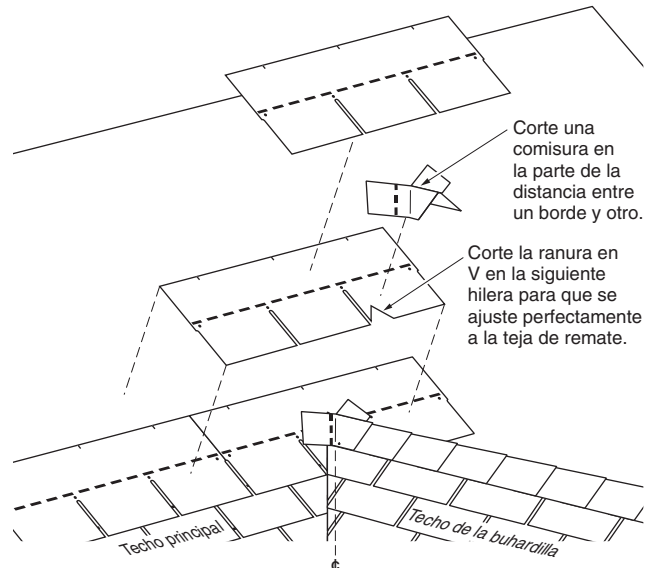

Figura 9-10: Vista en detalle de todo el ensamblaje, donde la cumbrera de la buhardilla se une con el techo principal
9. La comisura en el recubrimiento de la cumbrera debe estar cubierta completamente por la teja en la siguiente hilera. Si los cortes o las juntas de tope están a menos de 4" (100 mm) de la comisura, se debe instalar una parte recortada de la teja de por lo menos 8" (203 mm) de ancho por 12" (305 mm) de alto sobre el corte antes de que se aplique la teja entera (Figura 9-10).